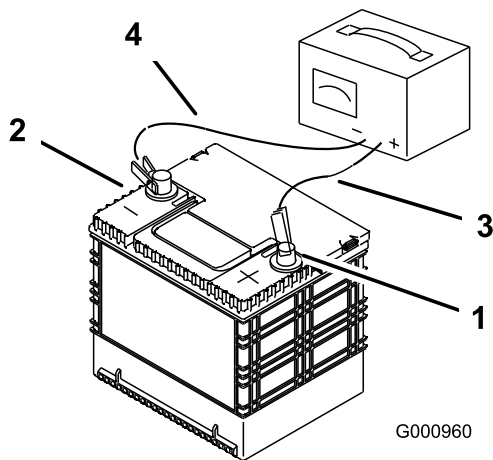

Figura 58
3. Cuando la batería esté completamente cargada, desconecte el cargador de la toma de electricidad, luego desconecte los cables del cargador de los bornes de la batería (Figura 58).